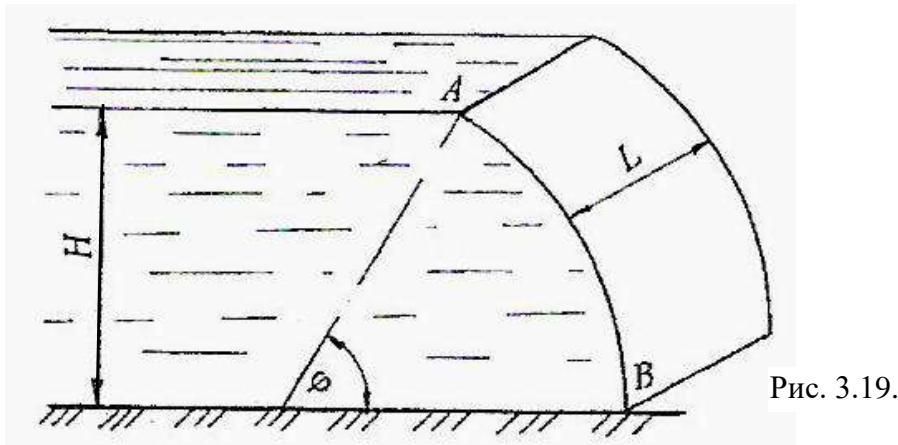

Рис. 3.19.
Определить величину равнодействующей давления воды (R) на криволинейную стенку AB (рис. 3.19), линию действия, угол наклона к горизонту (α) и глубину центра давления ($h_{D\text{ равн}}$) для силы. Длина стенки $L = 3,0$ м, удерживаемый напор $H = 1,5$ м. Стенка AB представляет часть цилиндрической поверхности с секторным углом $\phi = 60^\circ$.